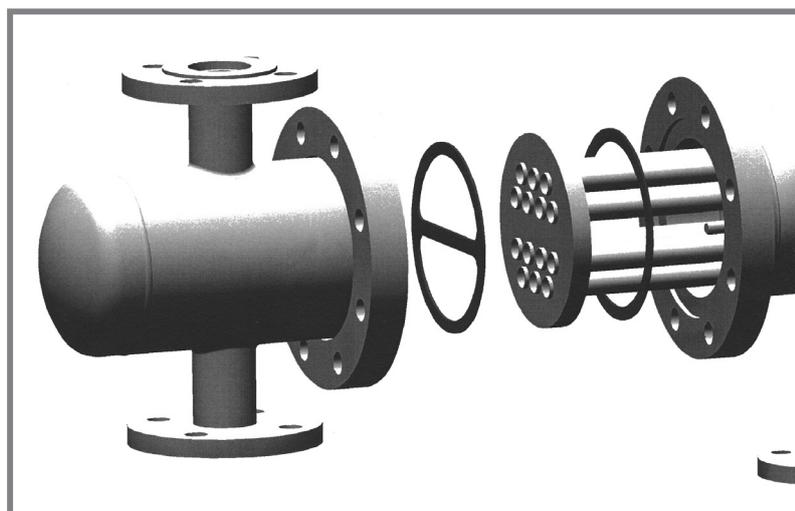

Fig. 15
6.3.1 Prima di reinserire il fascio nel mantello, inserire una nuova guarnizione dal retro del fascio e spostarla sul retro della piastra come indicato in Fig.15. Le guarnizioni devono essere sostituite sempre, ogni volta che si allentano i tiranti.